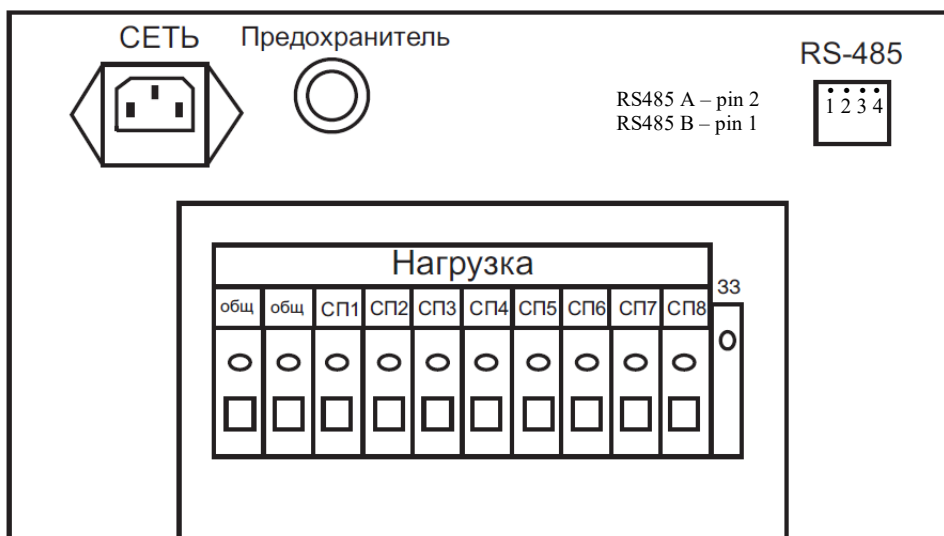

Рис.3 – Подключение RS485
- При необходимости подключить кабель для мониторинга и управления к разъему RS485 (см. рисунок 3).